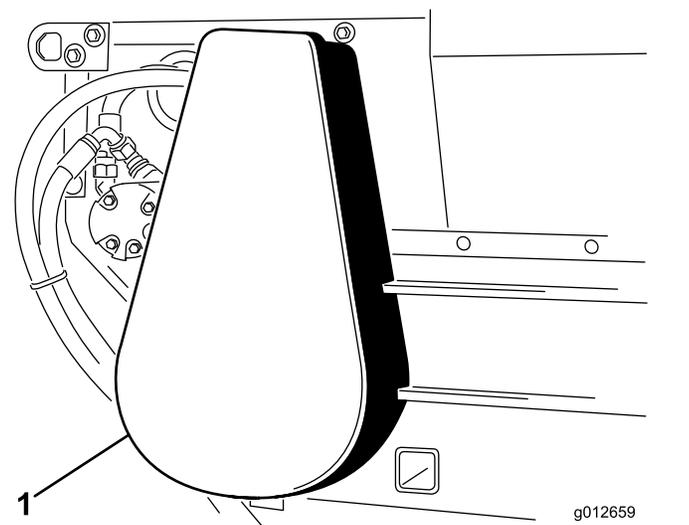

Figure 17
2. Déposez le couvercle de la chaîne (Figure 17).
6. Reposez le couvercle de chaîne (Figure 17).